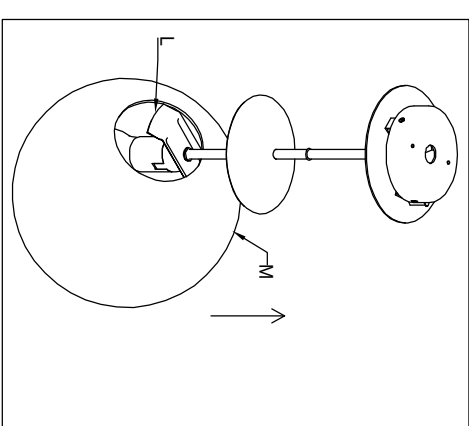

Fig. 4
- Ruotare leggermente la sfera (M) ed avvicinarla alla struttura: inserire la lampadina, fissata al portalampe, e la staffa (L) nella sfera (M) (Fig. 4).
- Rotate the ball (M) and move near the structure: insert the light bulb, the lamp socket and the bracket (L) into the ball (M) (Fig. 4).